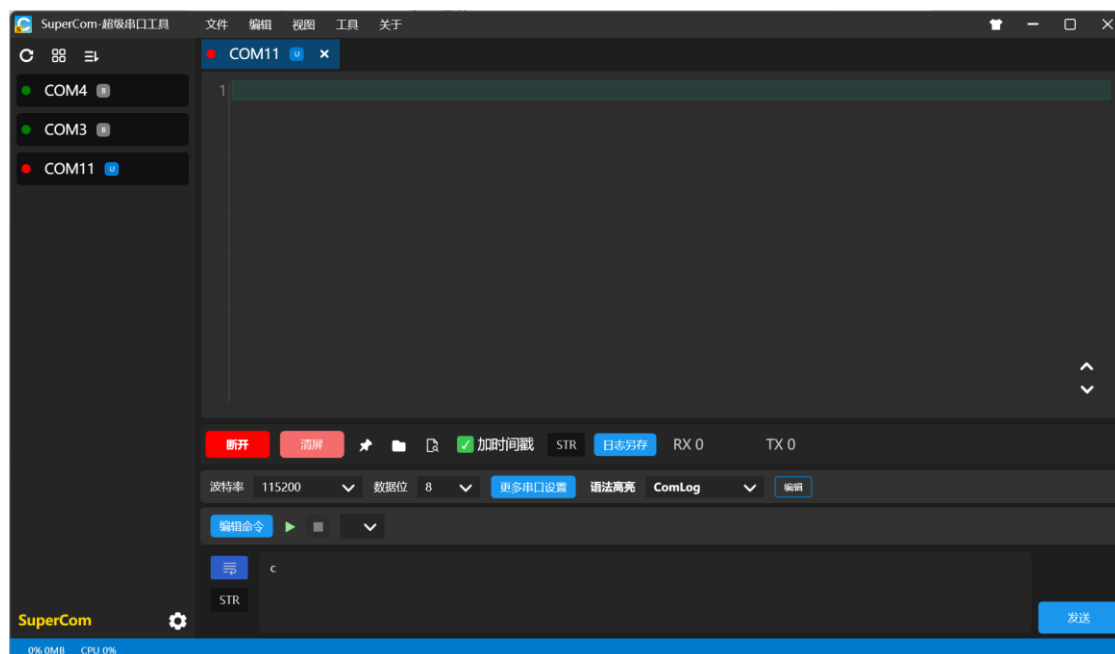

图 1-24 打开串口助手
- 9) 程序成功运行后，在 PC 机上打开串口调试小助手，设置波特率为 115200，端口号选择步骤 3 查看到的端口，不勾选自动清空，其他设置采用默认值，点击打开串口，如图 1-24 所示。